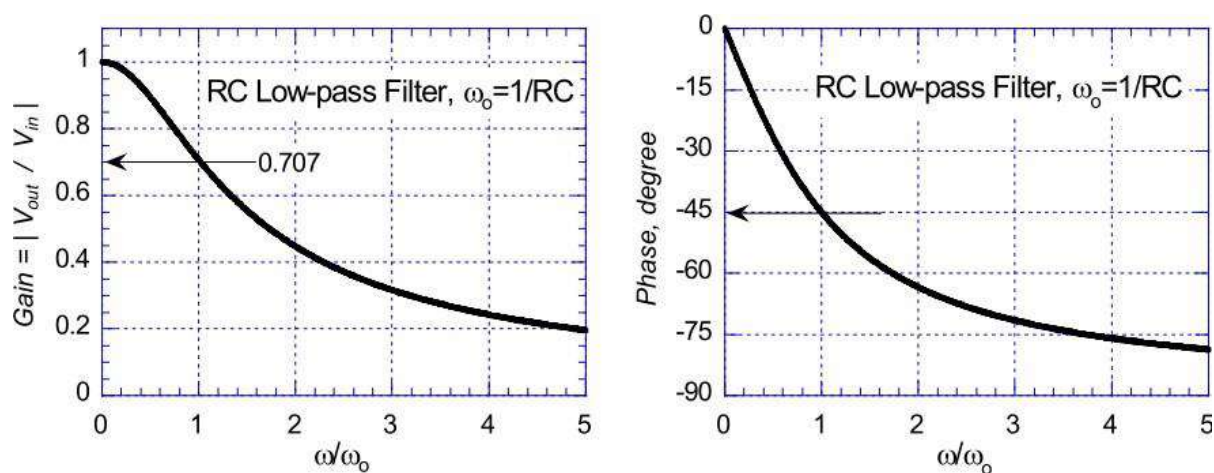

Figure 3-3 RC 低通電路之電壓增益(Gain)與其相位差(Phase)對頻率之關係圖
3-5.2 由實驗二的基本原理 2-4.2 可得 $\left| \frac{V_{out}(t)}{V_{in}(t)} \right|$ 對角頻率 ω 的作圖如 Figure 3-3 所示，可以看出此電路可以抑制高頻的**信號**或雜訊。而截止頻率由時間常數(time constant, $\tau = RC$)控制。截止頻率一般是指放大倍率(Gain)降低到 $\frac{\sqrt{2}}{2} = 0.7071$ 時的頻率，由 2-4.2 可以得知，RC 低通率波電路的截止頻率(角頻率)恰巧為 RC 時間常數的倒數，也就是 $\omega_0 = \frac{1}{RC} = 2\pi f_0$ ， f_0 也是截止頻率，但是單位為 Hz(DC) 時的 1 降到 $\frac{\sqrt{2}}{2} = 0.7071$ ，這提供了一個測試 RC 值的方法。
一相位差，如 Figure 3-3 的右圖所示，且其相位差為頻率的函數。舉例而言，當 $\omega = \omega_0$ 時，相位角為 -45 度。這提供了另一個測試 RC 值的方法。